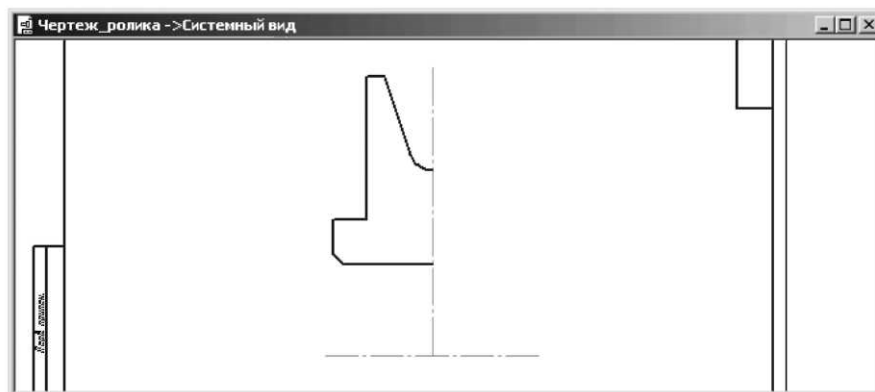

Рисунок 3.17 Результат побудови фаски в отворі
- клацніть по лінії отвору ближче до місця розташування фаски. З'являться потрібна фаска на бобишке (рис. 3.17).